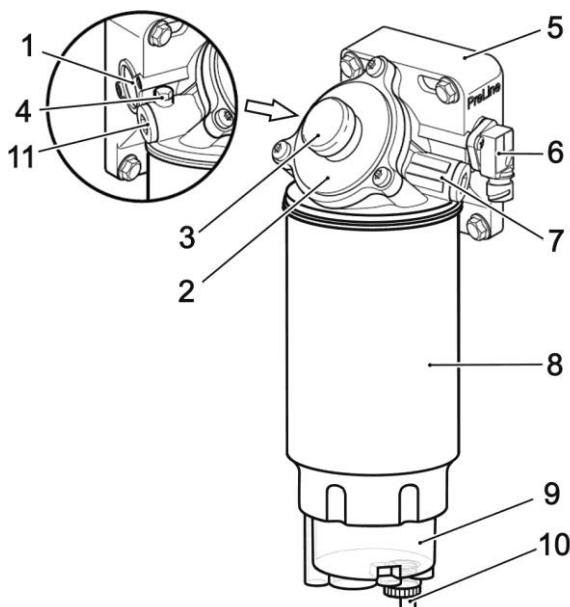

**Рис. 4.2.2 Фильтр грубой очистки топлива**
4. Отвернуть сменный фильтр 8 (рис. 4.2.2) с помощью специального инструмента.
3. Отвернуть резьбовую пробку 10 (рис. 4.2.2) сливного отверстия на (1...2) оборота до начала течи отстоя.